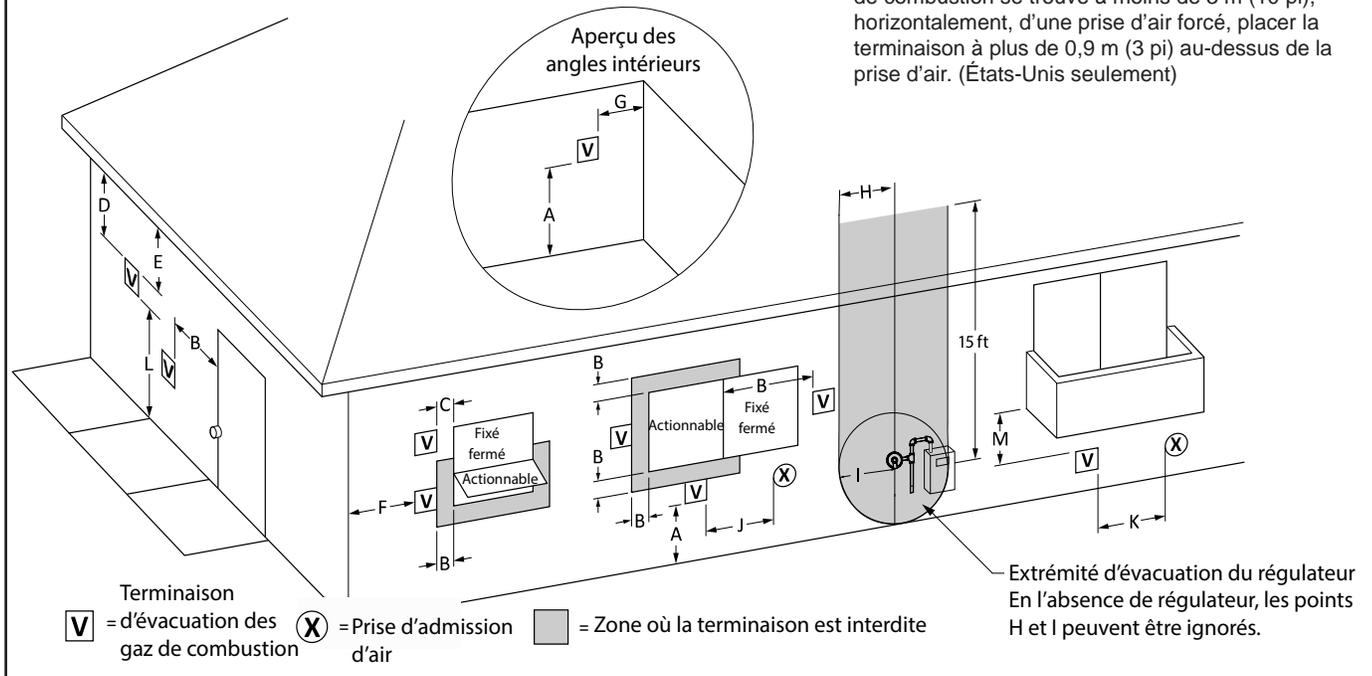

Figure 16. Air de combustion et évacuation des gaz de combustion par un mur latéral
9. Consulter la Figure 16 pour les dégagements supplémentaires à respecter pour les terminaisons de prise d'air et d'évacuation aux États-Unis et au Canada.